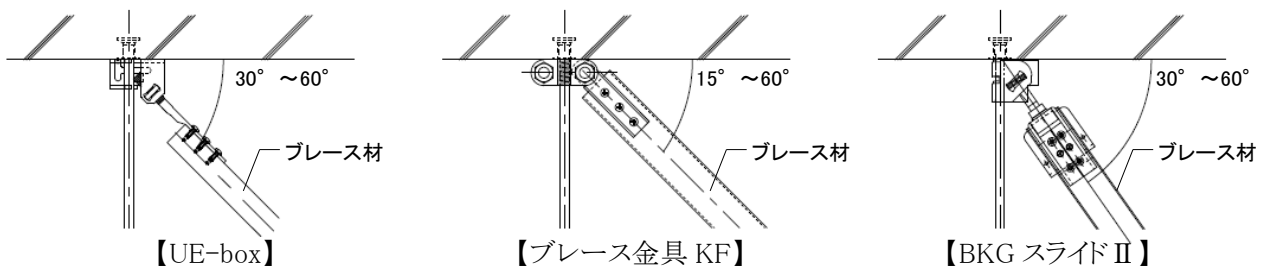

図 2-7-6 ブレース設置角度
③ブレースの設置角度は  $30^{\circ} \sim 60^{\circ}$  の範囲(ブレース金具 KF の場合は  $15^{\circ} \sim 60^{\circ}$  の範囲)となるように設置し、ブレース上部取付金具の取付位置は、インサート、スラブに金具が当たるまでとする。(図 2-7-6 参照)